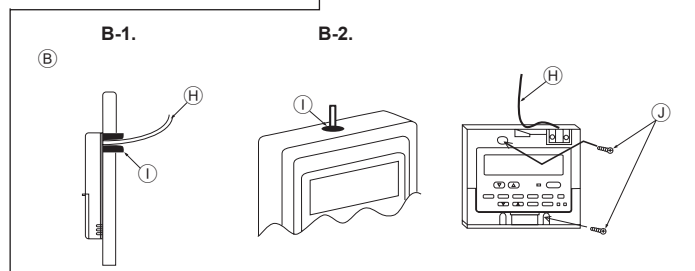

Fig. 6-3
- (A) Perfil del control remoto
- (B) Espacios necesarios alrededor del control remoto
- (C) Paso de instalación
(2) Selle la entrada del cable del control remoto con masilla para evitar que puedan entrar gotas de rocío, agua, cucarachas o gusanos. (Fig. 6-3)
- (A) Para instalarlo en la caja de interruptores:
- (B) Para instalarlo directamente en la pared, elija uno de los siguientes métodos: